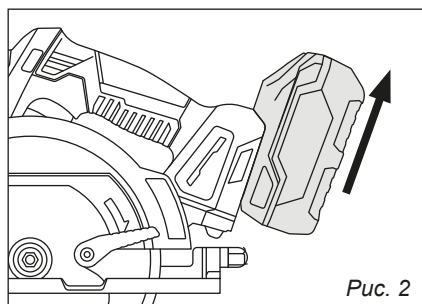

Рис. 2
1. **Обязательно отсоедините аккумулятор** (рис. 2).